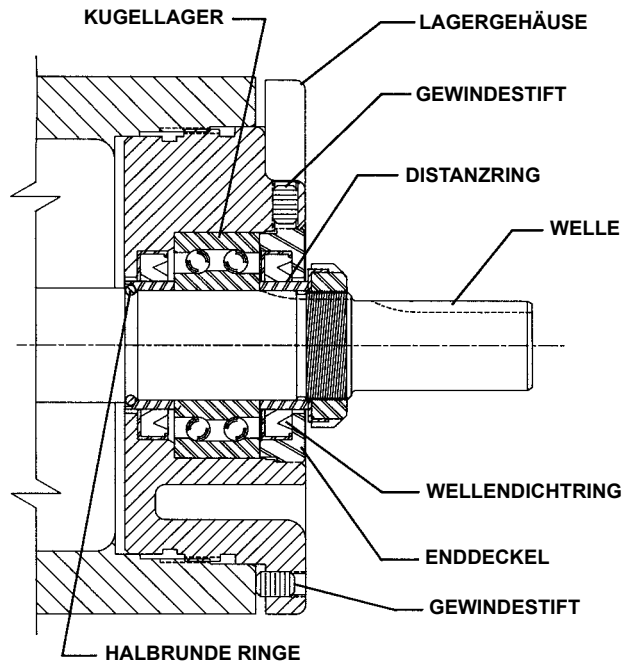

ABBILDUNG 5
4. Die beiden Gewindestifte an der Flanschfläche des Lagergehäuses lösen und das Lagergehäuse von der Halterung abnehmen. **Siehe Abbildung 5 oder 6 auf Seite 5.**
Siehe Abbildung 5 und 6 bzgl. des Zusammenbaus des Lagergehäuses.
6. **Pumpen der Größe „LS“:** Das Kugellager mit Schmierfett füllen und in das Lagergehäuse schieben oder drücken. Siehe Abbildung 5.